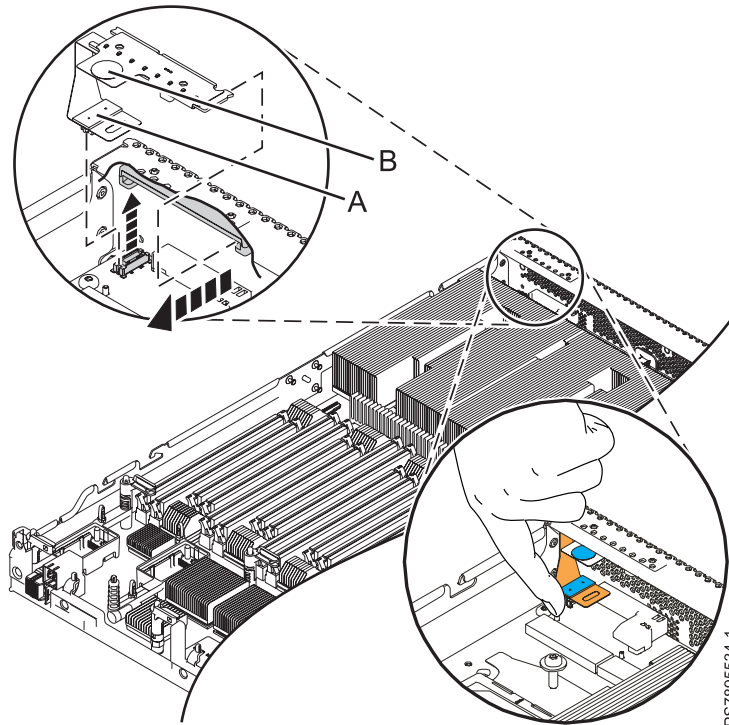

Figure 40. Retrait du panneau Lightpath Diagnostics
Pour retirer le panneau Lightpath Diagnostics, présenté dans la figure 40, suivez la procédure ci-dessous.
6. Déconnectez le câble **(A)** de la carte mère. Pour des raisons pratiques, placez-vous face au noeud de traitement. Glissez l'index sous la connexion du câble et poussez-le vers le haut comme illustré par la figure 40, à la page 87.